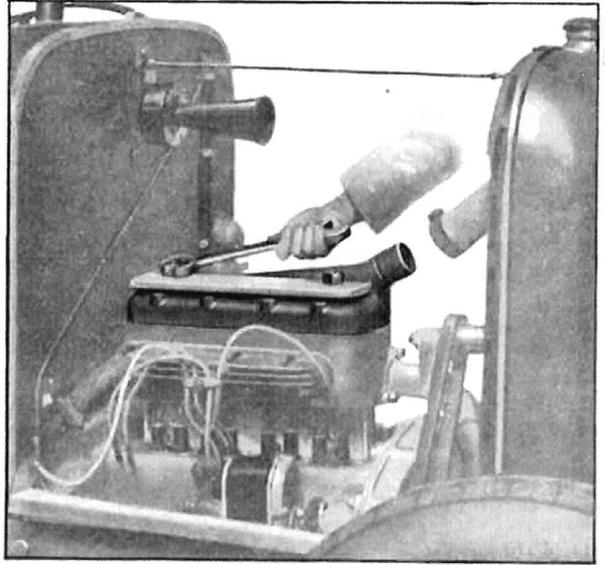

Fig. 5. — Décollement de la culasse à l'aide d'un démonte-culasse.
- 6—Enlever la culasse après l'avoir décollée avec le démonte culasse, qui se fixe sur deux goujons vissés à la place des bougies extrêmes ; on obtient le décollement en serrant la plaque de tôle avec les deux écrous spéciaux (fig. 5).